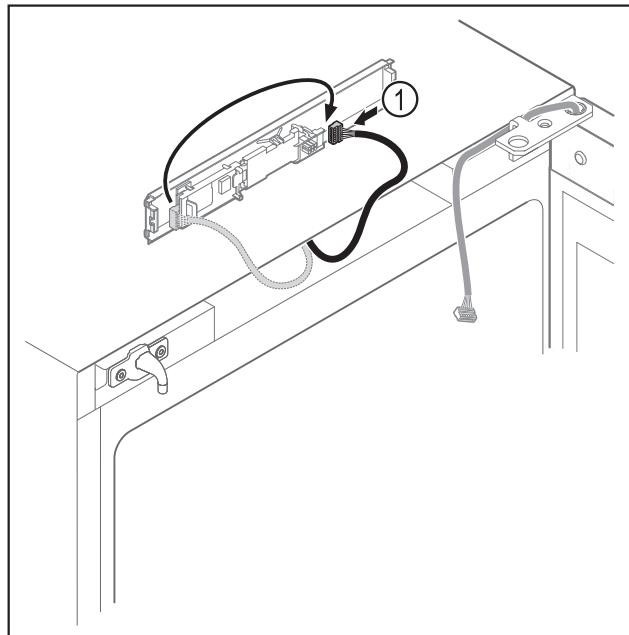

Fig. 19
- Μεταφέρετε το φις Fig. 19 (1) στην πλακέτα.